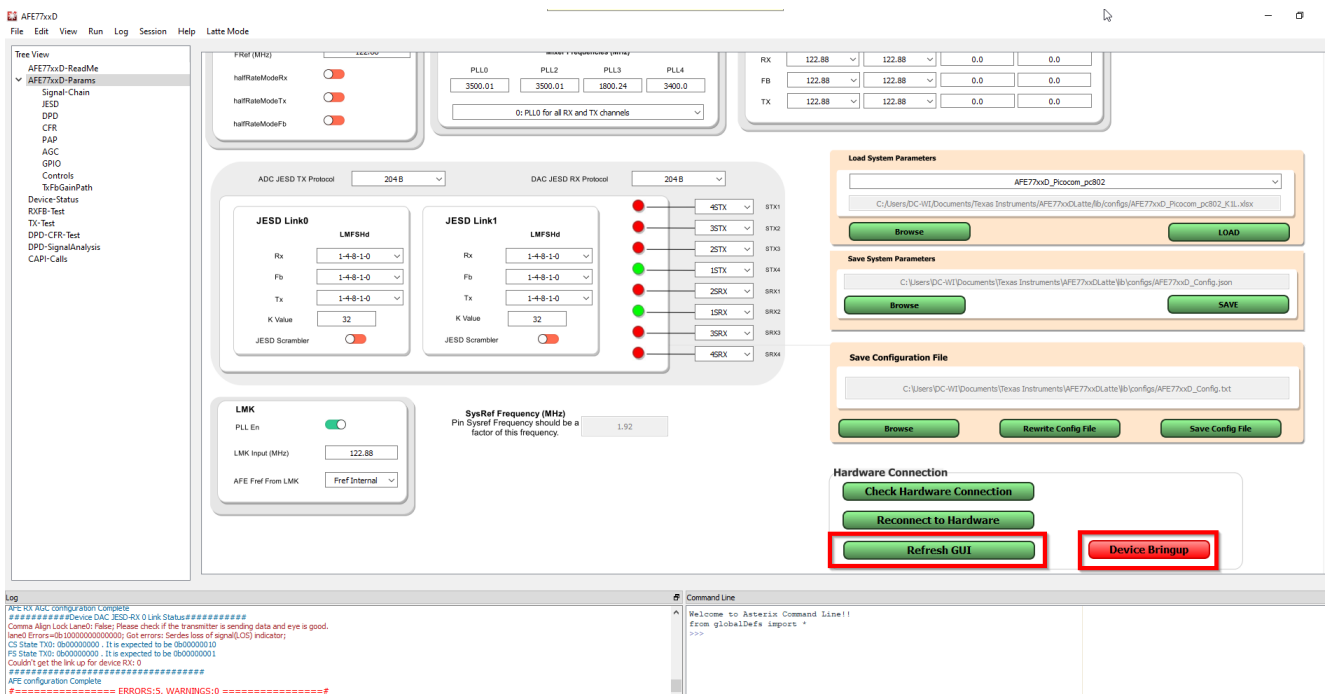

图 3-12. 器件启动
5. 之后，在“Hardware Connection”下，点击“refresh GUI”按钮，您将在日志窗口中看到一条内容为“Refreshed GUI”的消息。然后点击“Device Bringup”，这将启动器件的启动过程。要正确导航，请参阅图 3-12。